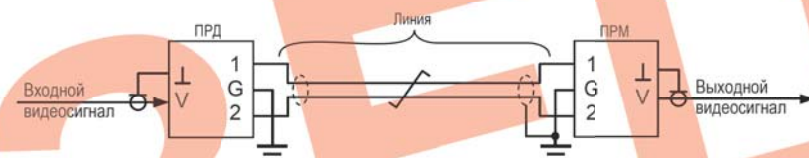

Рис.2 Схема включения АПВС-ТВИ
4. Включение АПВС-ТВИ показано на рис.2, 3, 4, 5.